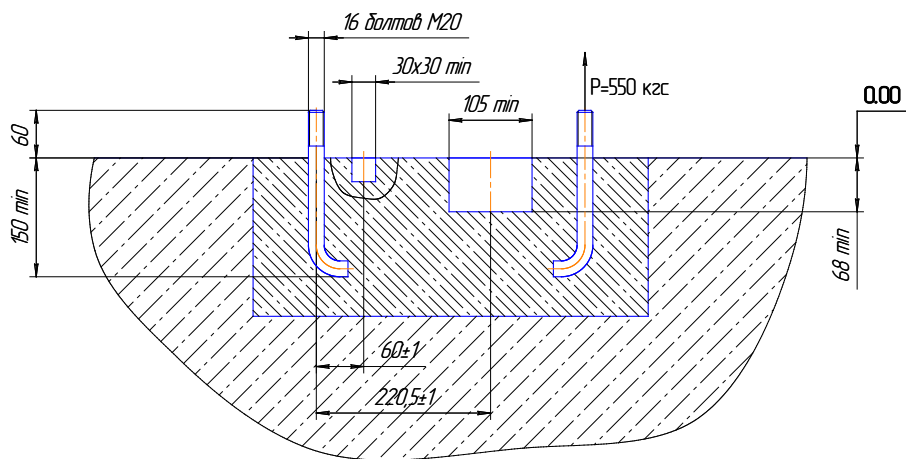

Рис. 8. Строительное задание
9.3. Подготовить прямки под лотки и фундаментные болты согласно рис. 8.
9.14. Раскрепить стойки и надеть цепь на звездочки стоек, не допуская их поворота. Вновь установить траверсы. Выверить положение стоек по диагоналям (см. рис. 8) и зазорам с траверсами (см. рис. 4), при этом траверсы должны перемещаться по всей высоте стоек без заеданий; ролики поз. 38 должны вращаться от руки.